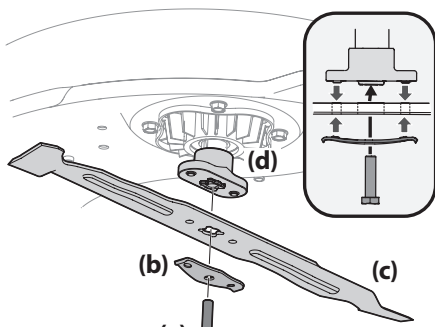

Figura 23
3. Aque el perno (a) y el soporte de campana de la cuchilla (b) que sostienen la cuchilla (c) y el adaptador (d) al motor de la plataforma. Consulte la Figura 23.
4. Extraiga la cuchilla (c) y el adaptador (d) del husillo del motor de la plataforma. Consulte la Figura 23.